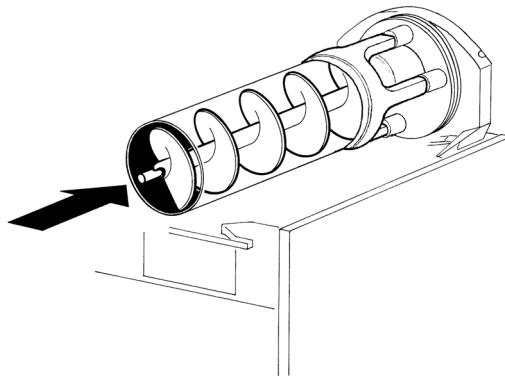

figura 13
- 5 - Enfilear el rascador interior en el evaporador. Poner atención a montar debidamente la junta posterior (ver figura 13).